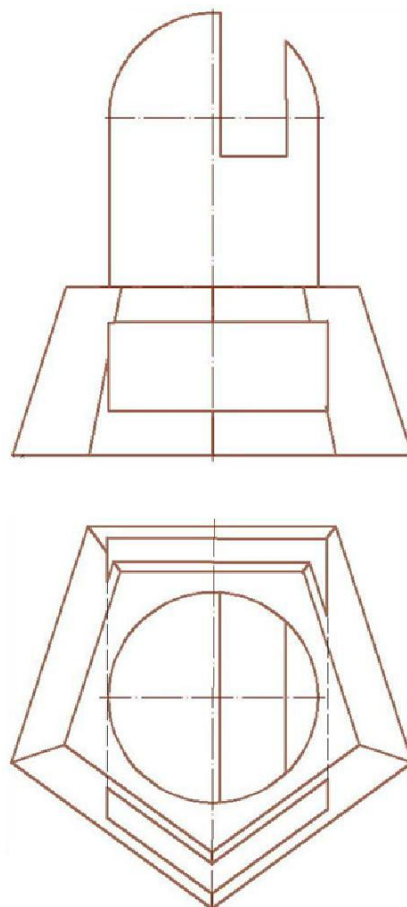
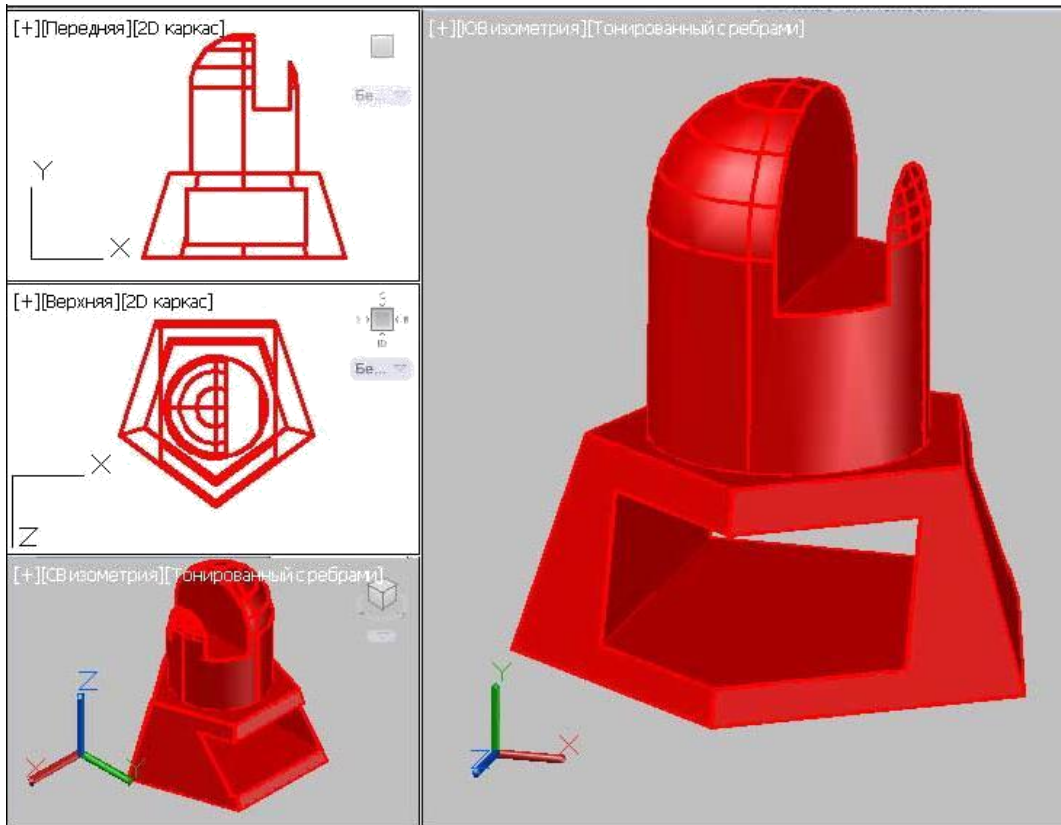

Рис. 5.22. Исходные данные к практическому занятию №5 «Трехмерное моделирование»
Рис. 5.29. Изображение твердотельного объекта в завершеном виде
Необходимо создать 3D-модель по заданным двум проекциям (возможно без учета размеров, соблюдая только пропорции объекта) (рис. 5.22).
1. Проанализировать последовательность создания объекта. Необходимо разделить его на простые составляющие трехмерные объекты. Например, геометрический объект, изображенный на рис. 5.22 (наглядное изображение рис. 5.29), можно разделить на пятиугольную усеченную пирамиду, цилиндр и полусферу. В объекте имеются также сквозные пазы прямоугольной формы.
– С помощью команды  **Вычитание** создать в моделируемом теле сквозное отверстие и паз. Для этого сначала указать тела, из которых будет производиться вычитание: пирамиду, цилиндр и сферу. Далее завершить выбор и указать тела, которые необходимо вычесть, т. е. призмы, формирующие отверстие и паз. После завершения команды на экране появится окончательно сформированный объект, который можно визуализировать различными визуальными стилями и поворачивать под любым углом к наблюдателю с помощью команды **Орбита** . Объединить составные примитивы в единый объект . При этом объект становится единым и примет свойства первого из указанных (например, цвет объекта) (рис. 5.29).